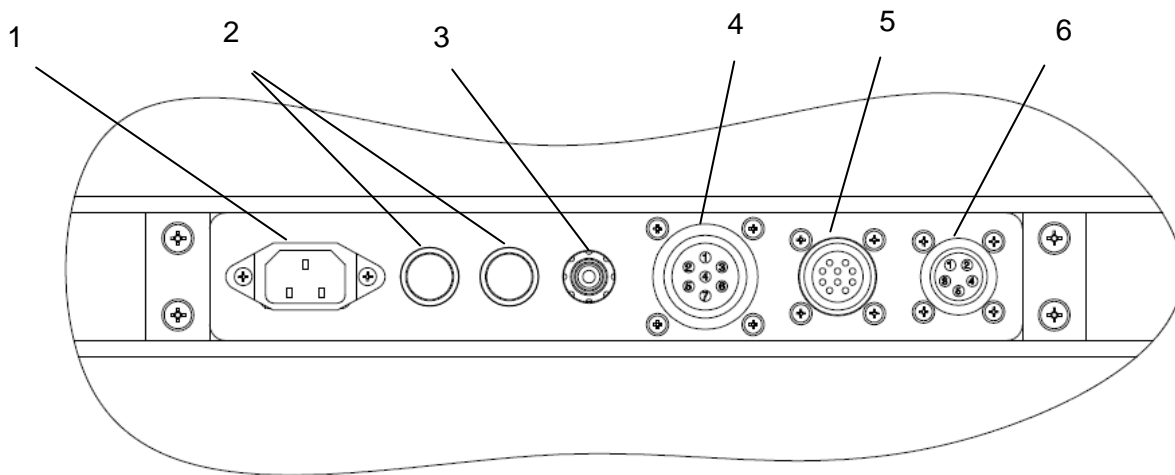

Рисунок 7. Панель разъёмов.
2.2.12. Подключить заземление к зажиму заземления испытательной ванны (см. Рисунок 7, поз.3).